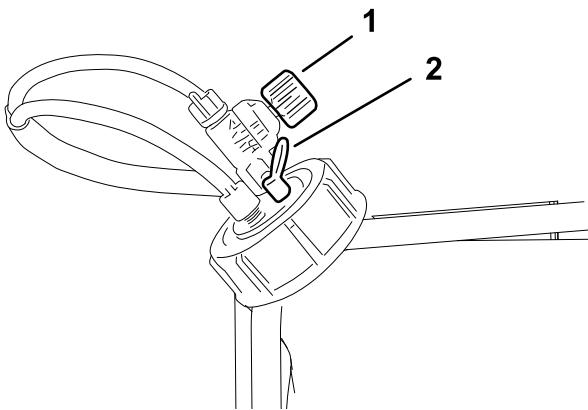

Рисунок 12
Клапан контроля пенообразования контролирует плотность пенного раствора. Регулируя этот клапан, можно настроить количество мыльного раствора, подаваемого к пенообразующим насадкам. Увеличение подачи приводит к более крупным и частым каплям пены; уменьшение – к более мелким и редким (Рисунок 12).
Предохранительный клапан – вытяните красную лапку, чтобы сбросить давление в баке (Рисунок 12).
- При первом использовании откройте клапан контроля пенообразования на $\frac{1}{8}$ – $\frac{1}{4}$ оборота (Рисунок 12).